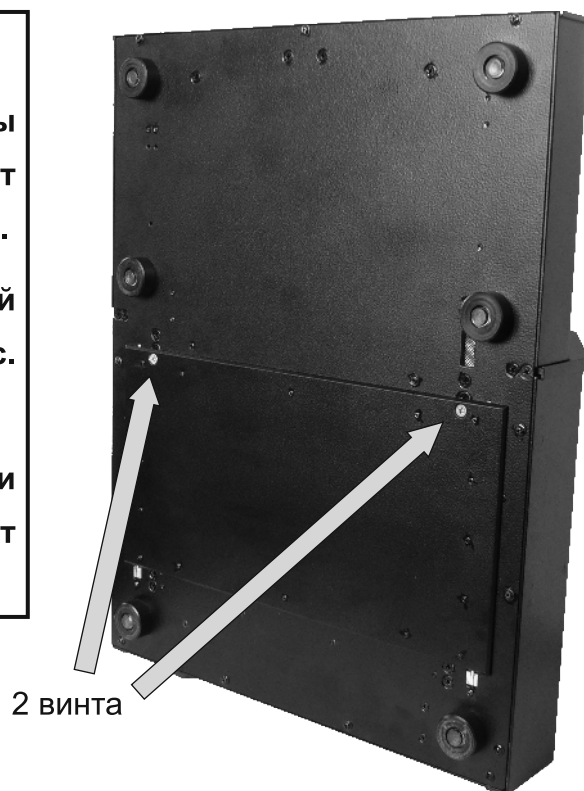

Рис. 36
а) Поставьте обнаружитель в вертикальное положение (Рис. 36) и открутите отверткой, входящей в состав изделия 2 винта, указанные стрелочками.
- г) Закройте панель с лампами и закрепите ее 2 открученными ранее винтами (Рис. 36).